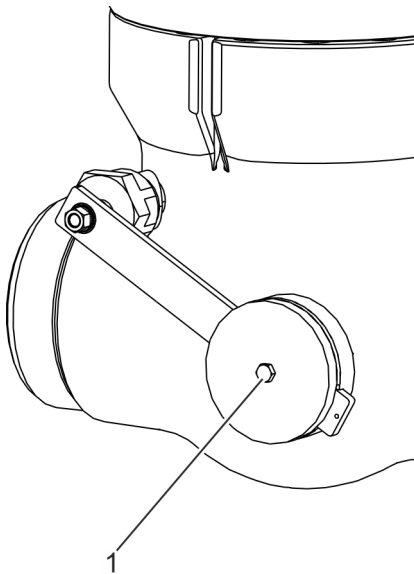

Fig. 13: Dévissage du raccord vissé
1. ▶ Dévisser le raccord vissé (Voir la Fig. 13/1).